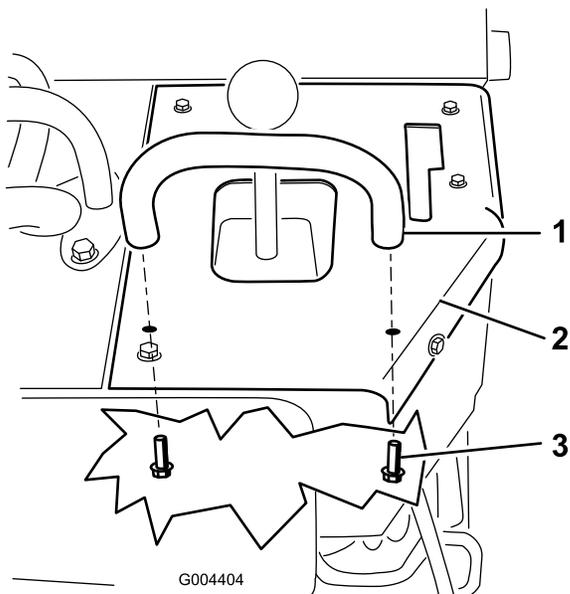

Figura 9
3. Fissate la stegola alla plancia con 2 dadi a testa flangiata (5/16 x 3/4 pollice) montati dall'interno (Figura 9).